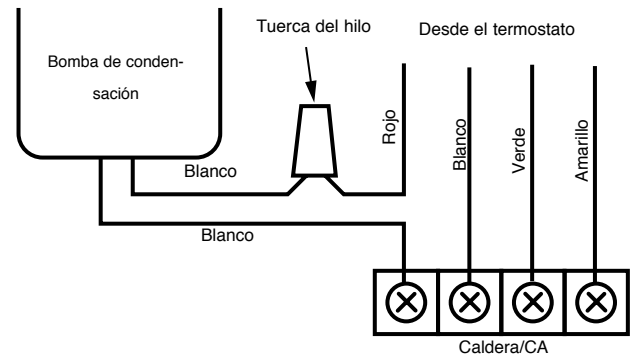

Figura 1: conexión del Conmutador Auxiliar de Seguridad de Baja Tensión para la instalación del cierre de la Caldera/CA.
- C. Conecte el cable rojo a uno de los cables blancos desde el interruptor de seguridad, según se ilustra en la Figura 1.